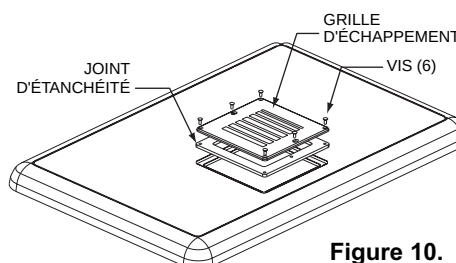

Figure 10.
1. Retirez les six (6) vis de retenue de la vieille grille d'échappement et jetez les vis, le joint d'étanchéité et la grille d'échappement tel qu'indiqué dans la figure 10.